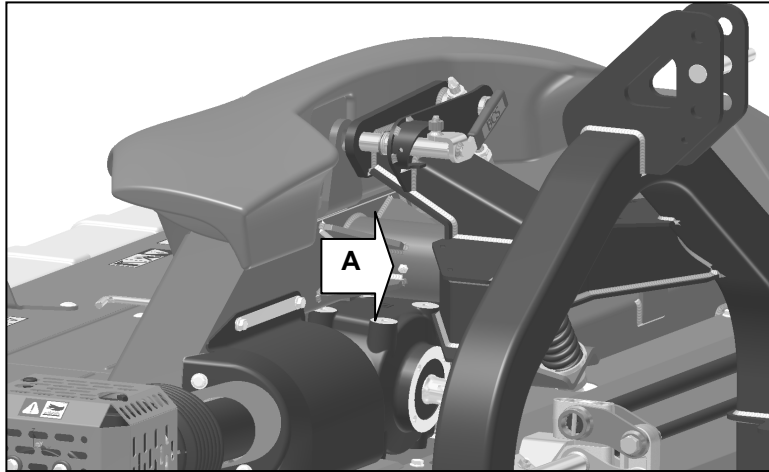
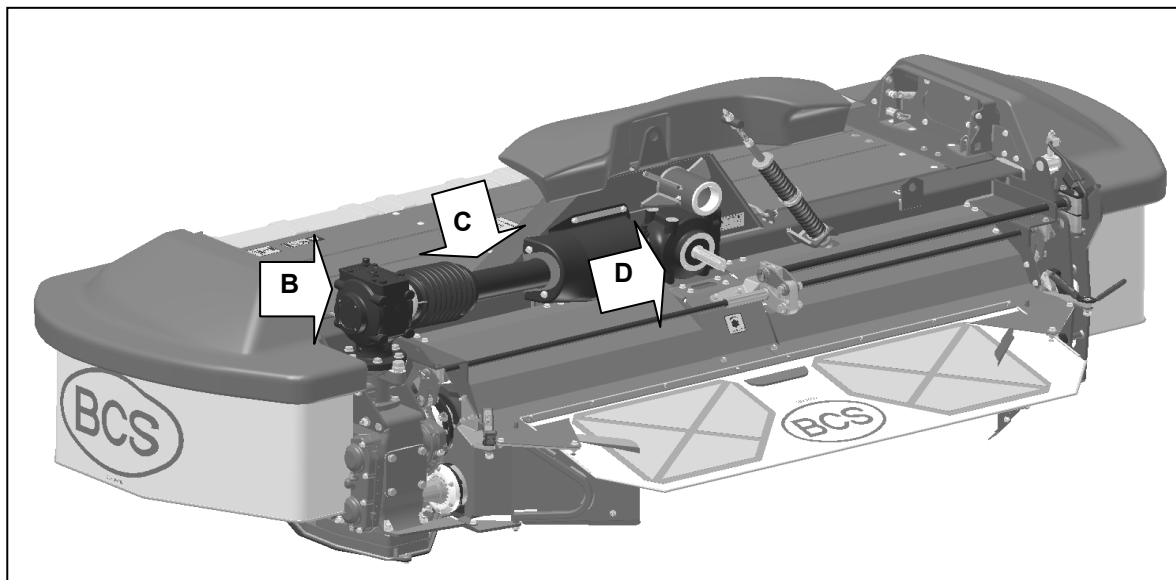

Fig.14
Fig.15
- Ogni 100 ore ingrassare lo snodo centrale **A** (fig.14); usare grasso Agip GREASE 30.
Trasmissione cardanica **C** (fig.15)
Scatole trasmissione coppia conica **B e D** (fig.15)
- Grease the pivots of tie **A** (fig.14) and lifting cylinder **B** (fig.15) every 100 hours. Use Agip GREASE 30.
Cardan shaft transmission (fig.15)
Bevel gear transmission boxes **B and D** (fig.15)
- Toutes les 100 heures graisser les joints du tirant **A** (fig. 14) et du cylindre de levage **B** (fig.15) ; utiliser la graisse Agip GREASE 30.
Transmission à cardan **C** (fig. 15)
Boîtes de transmission couple conique **B et D** (fig.15)
- Cada 100 horas engrasar las articulaciones del tirante **A** (fig.14) y del cilindro de izado **B** (fig.15); usar grasa Agip GREASE 30.
Transmisión cardánica **C** (fig.15)
Cajas de transmisión par cónico **B y D** (fig.15)
- Die Gelenke der Zugstange **A** (Abb.14) und des Hubzylinders **B** (Abb.15) alle 100 Stunden fetten; Fett der Sorte Agip GREASE 30 verwenden.
Kardangetriebe **C** (Abb.15)
Kegelradtriebgehäuse **B und D** (Abb.15)